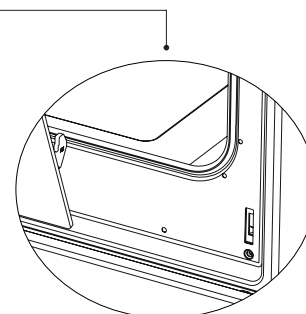

Figura 21.2
4. Para retirar a porta do forno, quando esta estiver quase fechada, puxe-a para cima, segurando-a com as duas mãos para a separar (como na figura 21.2).